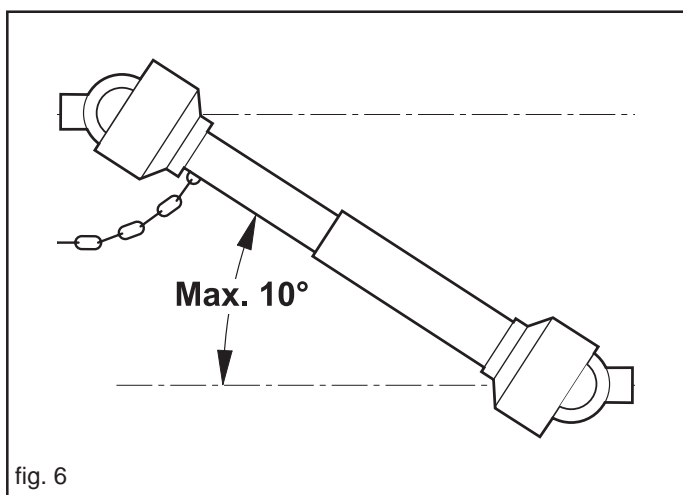

fig. 6
- 49) Desactivar, siempre, la toma de fuerza cuando el árbol cardán realiza un ángulo demasiado abierto (nunca por encima de los 10 grados - Fig. 6) y cuando no se utiliza.